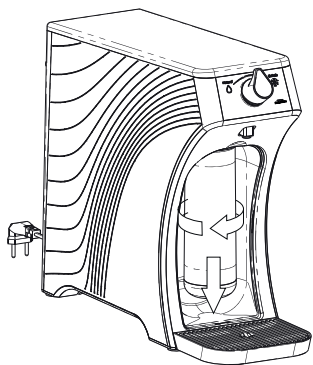

Fig. 12
- Remova a tampa do alojamento do filtro, gire o filtro 'Girou Trocou' no sentido horário até desencaixá-lo totalmente do produto (fig. 12).